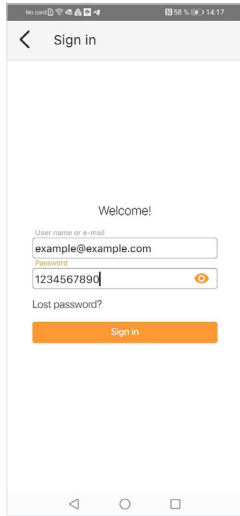

Abb. 4a / Fig. 4a / fig. 4a
1. Führen Sie die SST Cloud App aus und registrieren Sie sich. Drücken Sie dazu die Schaltfläche „Registrieren“ und geben Sie Ihre E-Mail-Adresse und Ihr Passwort ein (wenn Sie eine Einladung erhalten haben, müssen Sie die E-Mail-Adresse eingeben, an die diese gesendet wurde) (Abbildung 4a). Sie erhalten daraufhin eine E-Mail mit einem Bestätigungscode, um Ihre Registrierung abzuschließen.
1. Run the SST Cloud App and register. To do this, press the “Register” button, then enter your e-mail and password (if you received an invitation, you must enter the e-mail to which it was sent) (Figure 4a). You will be sent an email with a confirmation code to complete your registration.
1. Lancez l'application SST Cloud et enregistrez-vous. Pour ce faire, appuyez sur le bouton « Register », puis saisissez votre adresse électronique et votre mot de passe (si vous avez reçu une invitation, vous devez saisir l'adresse électronique à laquelle elle a été envoyée) (figure 4a). Vous recevrez un e-mail avec un code de confirmation pour terminer votre inscription.